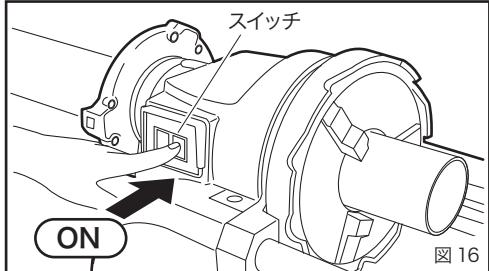

図 16
8. 作業前の点検 (図 16、17)
- ①本体のスイッチを ON にし、主軸を回転させてください。(図 16)